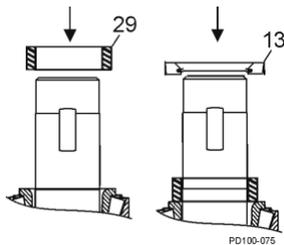

Abbildung 59 - Montage der hinteren Dichtung
1. Montieren Sie die Zahnradabstandstücke (Abbildung 59, Pos. 29).
3. Montieren Sie die Öldichtungen mit der Feder nach außen gerichtet (Abbildung 59, Pos. 13).